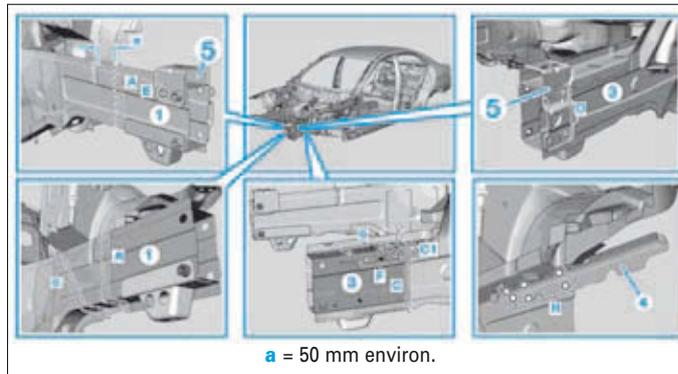

FIG. 1
- Fraiser les points de soudure sur la fixation du module avant (5) dans les zones (D) et (E) (Fig.1).
- Déposer la fixation du module avant (5).
- Fraiser les points de soudure sur la partie avant du recouvrement (3) dans les zones (F) et (G).
- Tracer la ligne de découpe sur la partie avant du recouvrement (3) dans la zone (C).
- Ne pas endommager l'équerre de renfort (4) se trouvant dans la zone (C1).
- Tracer la ligne de découpe sur la partie avant du longeron (1) dans la zone (A) ou (B) (suivant le cas de l'endommagement).